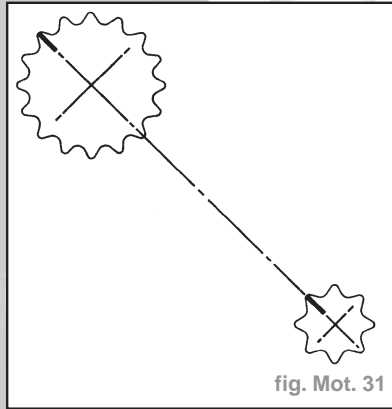

fig. Mot. 31
- Dans cette position, contrôler l'alignement des repères du vilebrequin et de l'arbre à cames du groupe B (fig. Mot. 31).